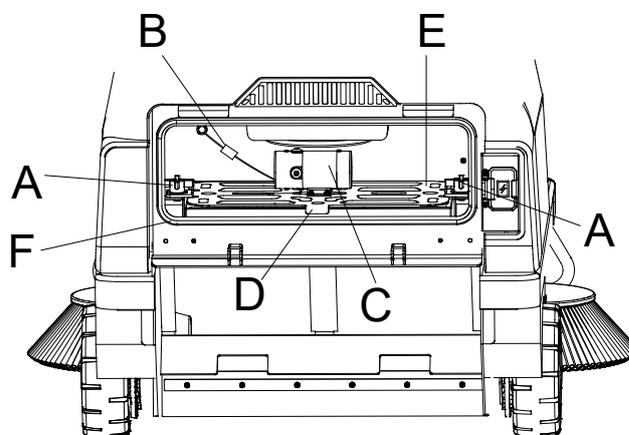
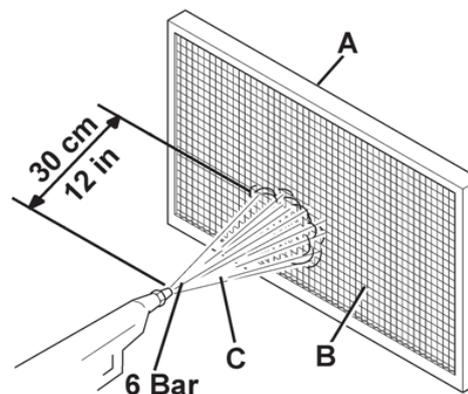

Figura 28
Figura 29
7. Allentare il dado (A, Figura 28).
8. Scollegare il cablaggio del motore della vibrazione (B, Figura 28) dal connettore (C, Figura 28).
9. Rimuovere la piastra di scuotimento della polvere (D, Figura 28).
10. Estrarre il filtro (E, Figura 28).
11. Pulire il filtro su una superficie livellata e pulita. Picchiettare delicatamente il lato (A, Figura 29) opposto al lato della rete metallica (B, Figura 29). Pulire con aria compressa a una pressione non superiore a 6 psi, soffiando aria dal lato con la rete metallica (B, Figura 29) ad almeno 30 cm di distanza dal filtro. A seconda del tipo di filtro, prestare attenzione a quanto segue:
13. Pulire la striscia di gomma sulla piastra di copertura (F, Figura 28) e verificare la presenza di danni o crepe. Se danneggiata, sostituirla.
- Quando si installa il filtro (E, Figura 28) il lato con la rete metallica (B, Figura 29) deve essere rivolto verso l'alto.